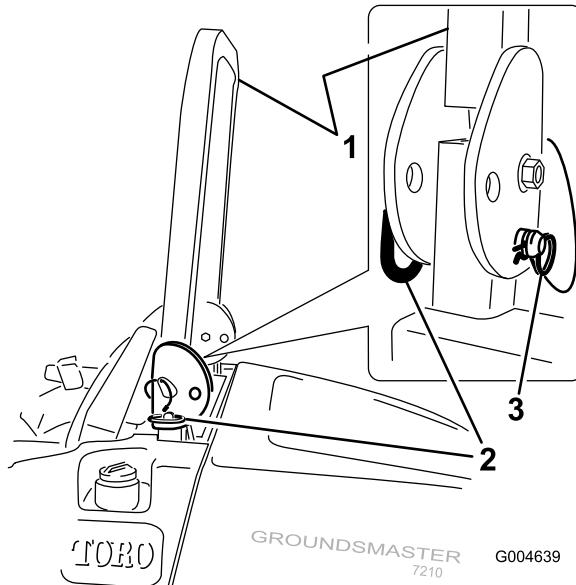

Bild 12
- Nehmen Sie zum Absenken des Überrollbügels die Splints ab, drücken Sie den Überrollbügel nach vorne gegen die Federn und nehmen Sie die zwei Stifte ab (Bild 12).
3. Setzen Sie die zwei Stifte ein und befestigen sie mit den zwei Splints (Bild 12).
4. Entfernen Sie zum Hochklappen des Überrollbügels die Splints und zwei Stifte (Bild 12).
5. Richten Sie den Überrollbügel ganz auf und setzen zwei Stifte ein. Befestigen Sie die Stifte mit den Splints (Bild 12).